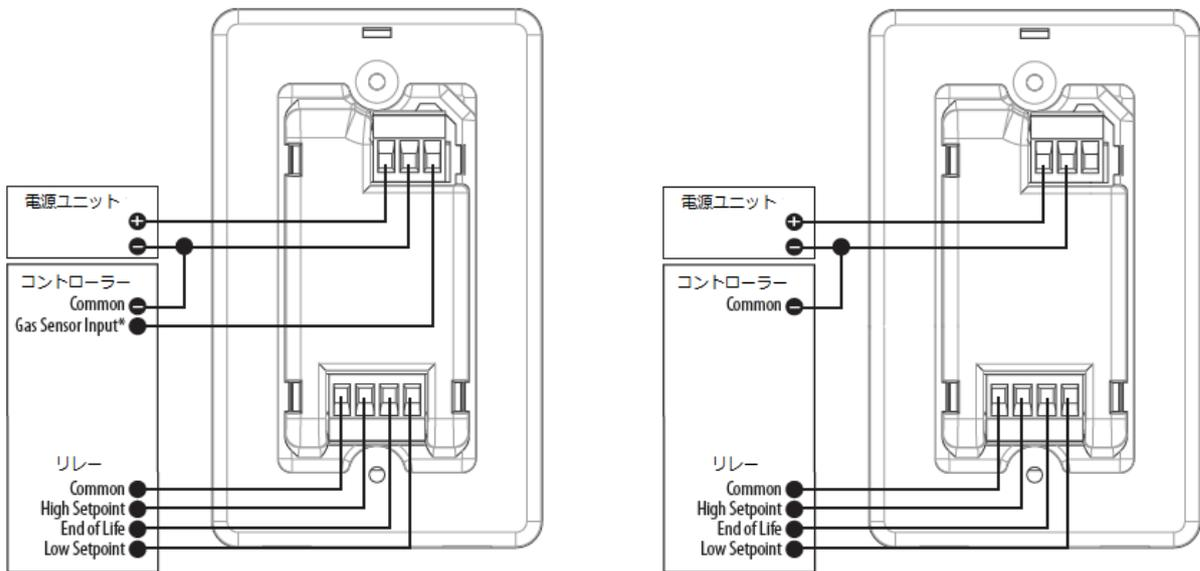

図 2. GWN\*XX 結線図
- 5) ケーブルをジャンクションボックスに通し、GWN と配線して下さい。(図 2 参照)